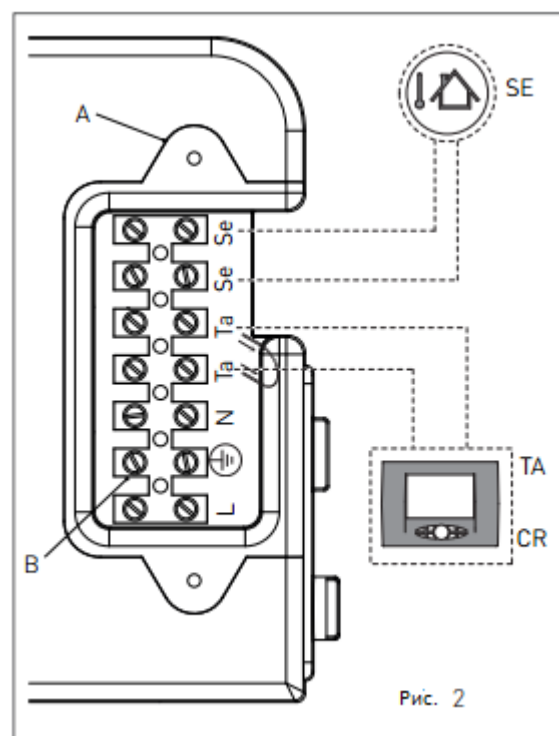

Рис. 2
- Ослабьте два винта и снимите панель A (см. рис. 2).
- После этого подсоедините кабели к клеммной коробке B (см. рис. 2):